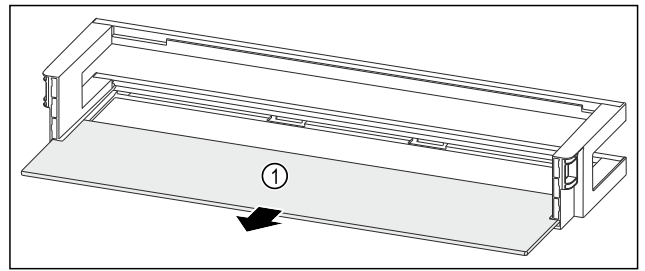

Fig. 117 Türabsteller mit Abstellfläche
- ▶ Abstellfläche Fig. 117 (1) entnehmen.